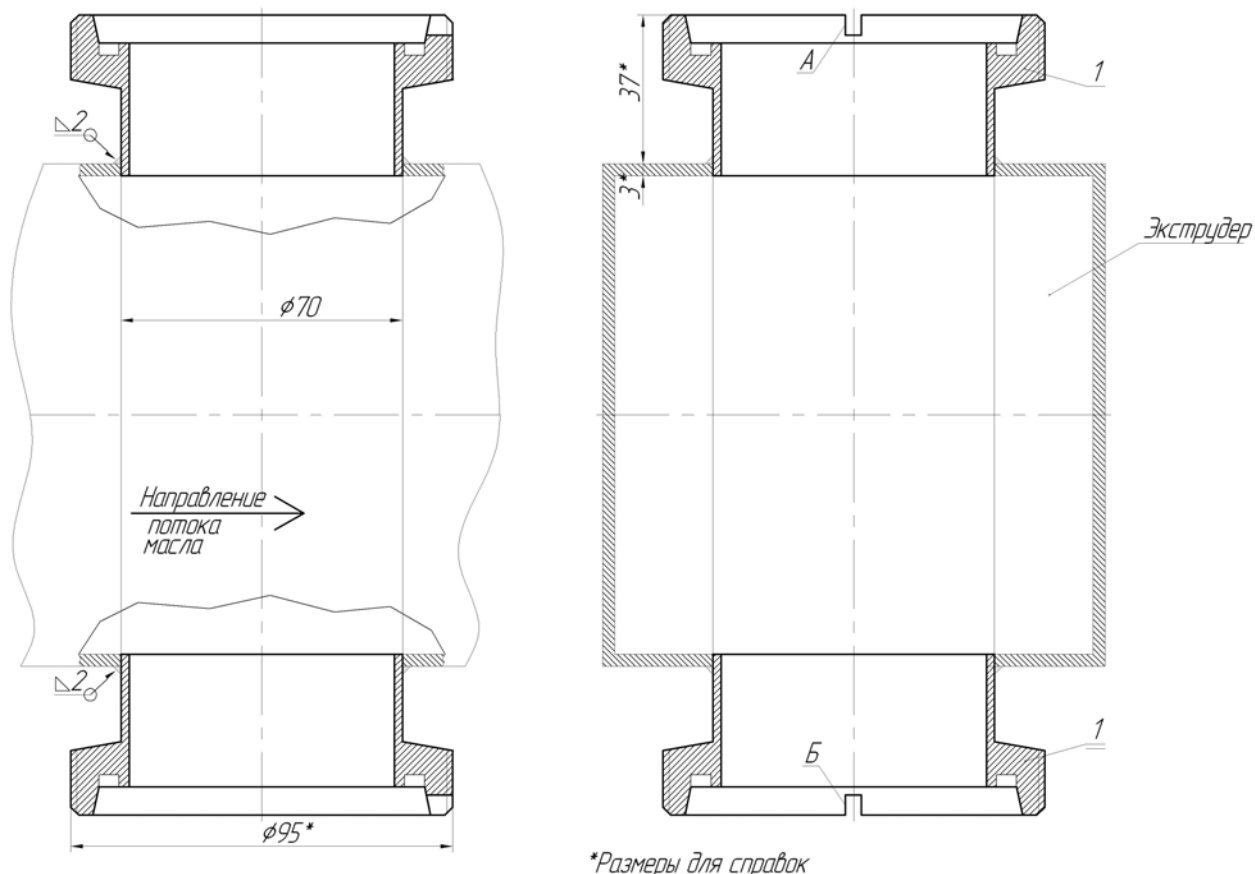

Рис. 4.1. Установка штуцеров резьбовых
Монтаж блока сенсоров осуществляется в соответствии с Рис. 4.1 и 4.2 и показан на примере установки блока сенсоров на экструдере на выходе маслоделательной машины. Соединительные кабели на рисунках не показаны.
Установка штуцеров резьбовых осуществляется в соответствии с Рис. 4.1 в следующей последовательности:
- Установите в отверстия штуцеры резьбовые таким образом, чтобы вырезы А и Б в штуцерах располагались по направлению потока масла, как показано на Рис. 4.1.